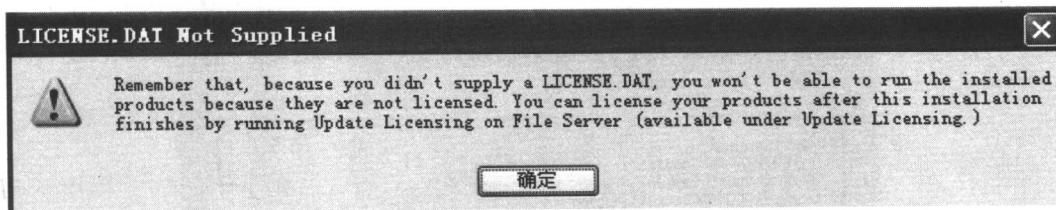

图 1.2.17 没有 License 许可文件提示
(12)在安装结束时,系统会再次提示没有 License 许可文件,如图 1.2.17 所示,此时单击“确定”即可。